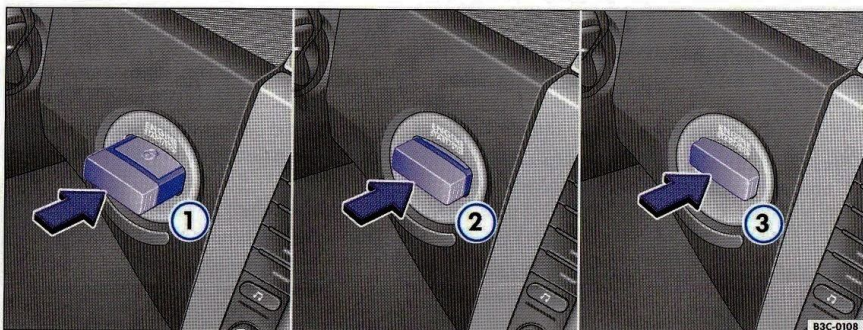

Fig. 1 Pozițiile cheii în contact.
① **Contact luat, blocarea volanului dezactivată**
În această poziție → fig. 1 ① contactul este luat și blocarea volanului dezactivată.
② **Punerea contactului, resp. pornirea preîncălzirii**
- Rotiți cheia în poziția ⇒ pagina 2, fig. 1" ③, pentru a porni motorul.
- Apăsați cheia în poziția ⇒ pagina 2, fig. 1" ② - când se efectuează preîncălzirea motorului, se aprinde lampa de control pentru preîncălzire ☹.
- Când lampa de control nu (mai) este aprinsă, apăsați cheia în poziția ③, pentru a porni motorul – nu accelerați.
- Eliberați cheia. Cheia revine la poziția ⇒ pagina 2, fig. 1" .